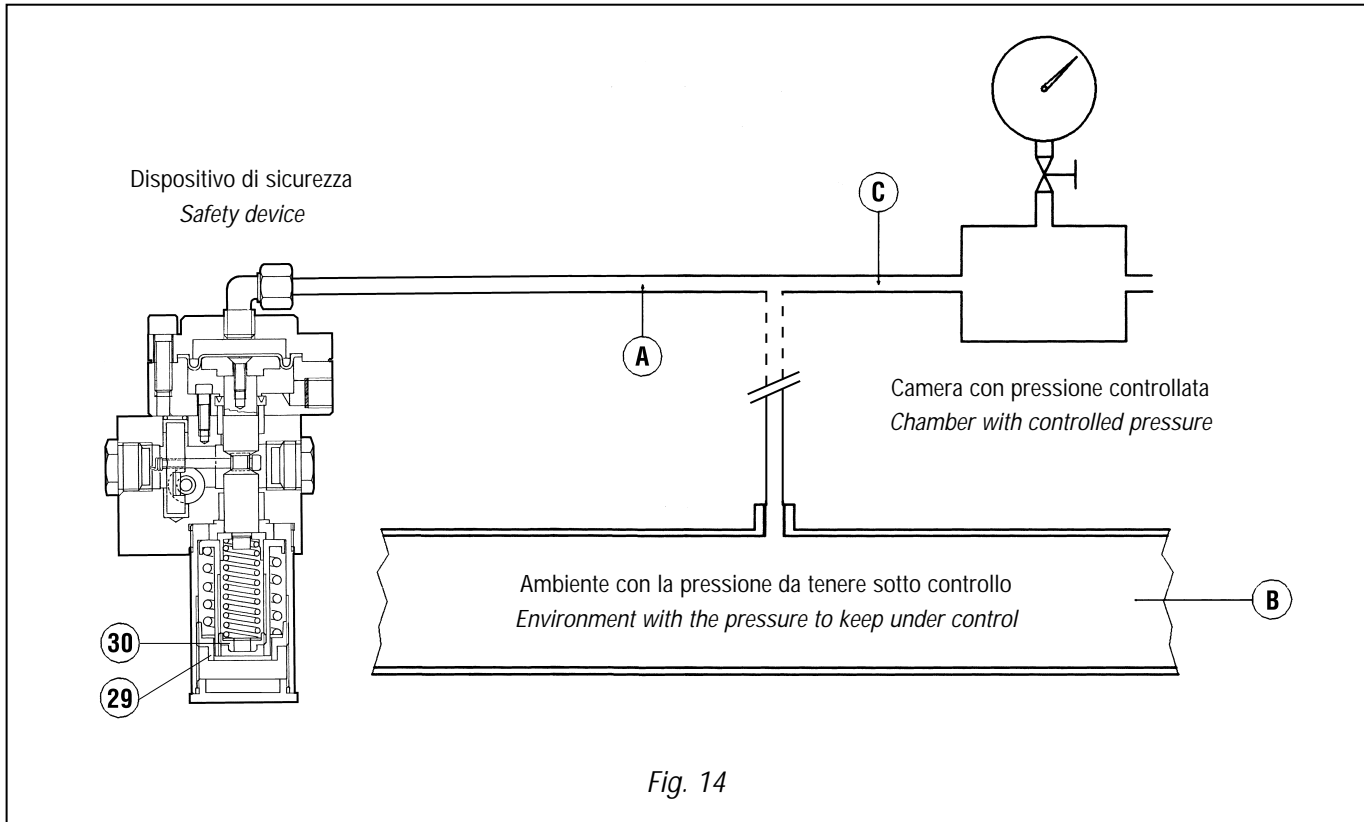

Fig. 14
B) Per dispositivi sprovvisti della valvola "push" (fig. 14) è consigliabile collegare separatamente la testata di comando ad una pressione ausiliaria controllata e ripetere le operazioni qui sopra descritte.
B) On devices without the "push" valve (fig. 14) we recommend separately connecting the control head to a controlled auxiliary pressure and repeat the operations described above.
- B) Per dispositivi sprovvisti della valvola "push" (fig. 14) è consigliabile collegare separatamente la testata di comando ad una pressione ausiliaria controllata e ripetere le operazioni qui sopra descritte.
- B) *On devices without the "push" valve (fig. 14) we recommend connecting the control head separately to a controlled auxiliary pressure and repeat the operations described above.*